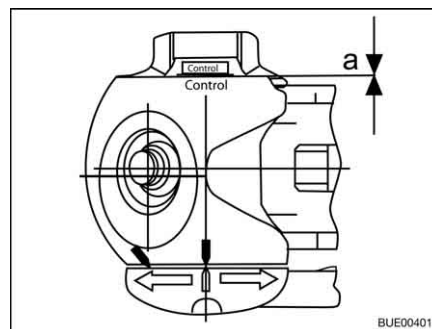

Fig. 224 Controllo usura
- Distanza $a = 0$ (Fig. 224): Controllare guarnizioni di attrito ed ev. sostituirle.